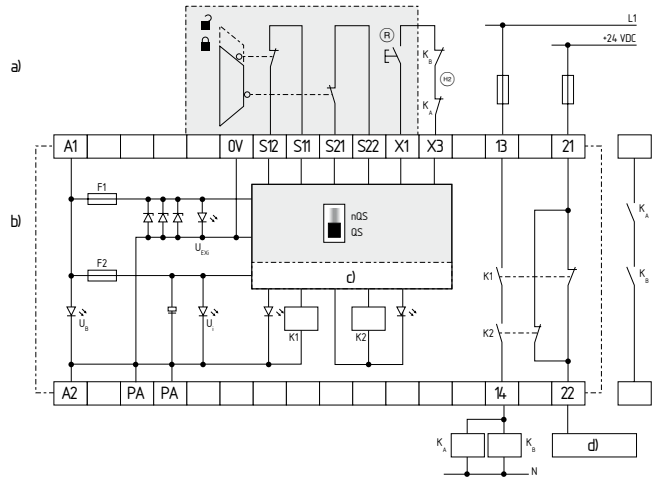

Fig. 6
L'exemple illustre un câblage à deux canaux d'une surveillance de protecteur avec deux interrupteurs de position, dont un à contact à manoeuvre positive d'ouverture; avec interrupteur de réarmement externe (R) (Fig. 6)
- (R) = Boucle de retour